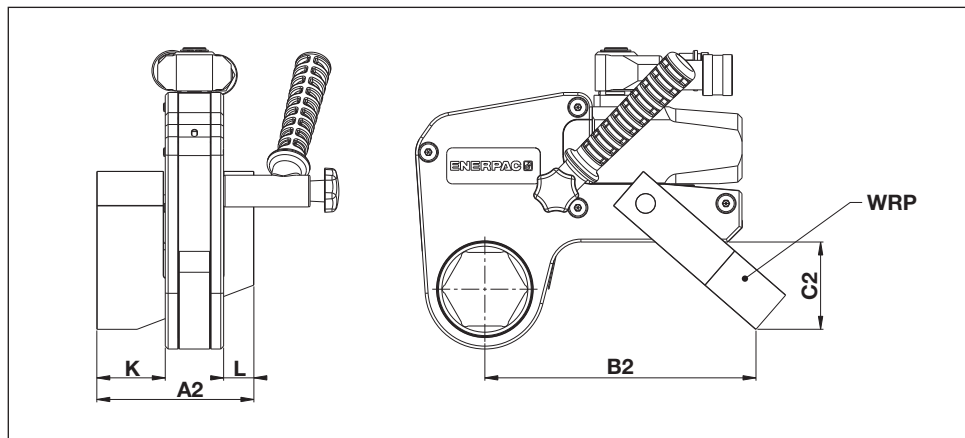

Fig. 24
6.1.2 Dimensões, Pá de reação Série WRP (fig. 24)